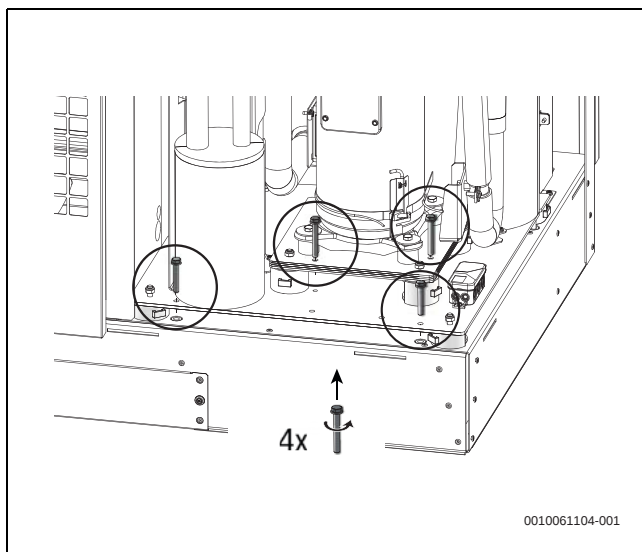

Bild 40 Entfernen der Schrauben und Transportsicherungen
- ▶ Nach dem Transport die 6 Schrauben entfernen und die dazugehörigen Transportsicherungen herausziehen → Bild 40, 41, 42, 43, Seite 25.